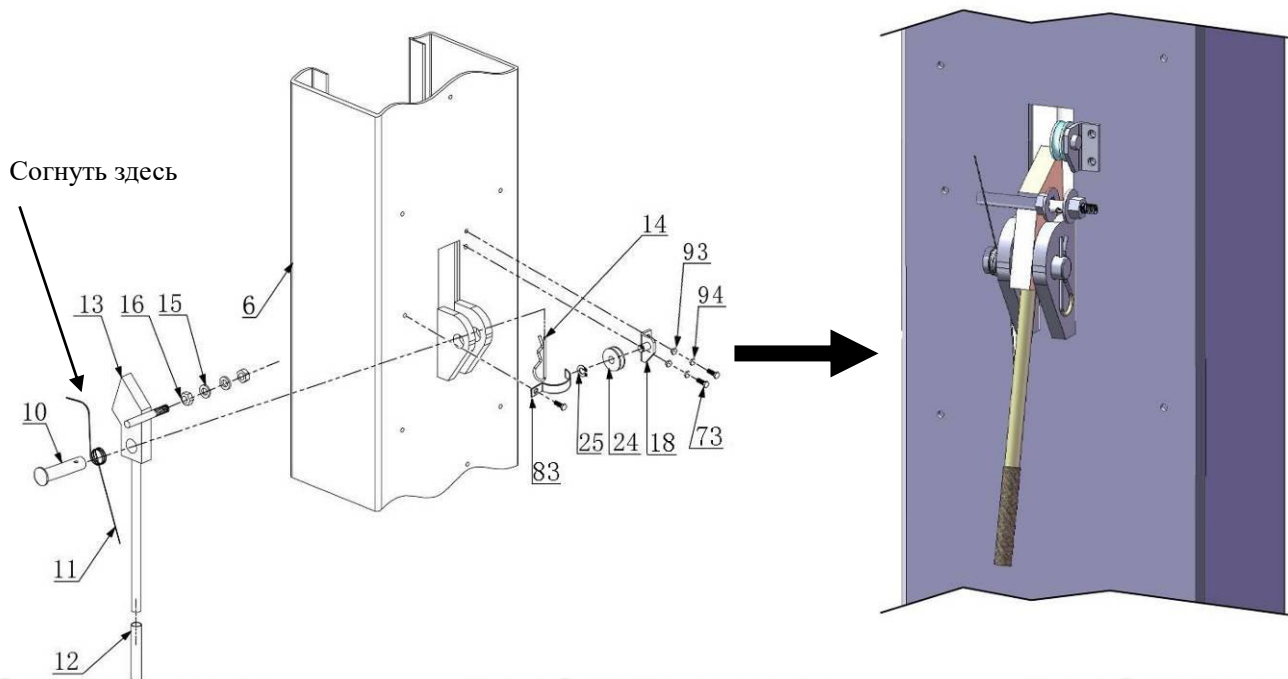

Рис. 19 Предохранительное устройство на ведущей стойке
I. Установите предохранительное устройство (см. рис. 19 и 20).